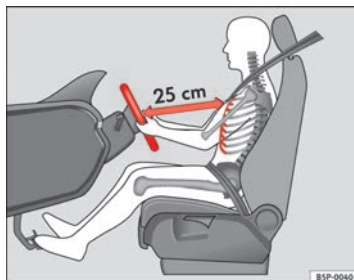

Fig. 137 Posizione corretta sul sedile di guida
- Posizionare il volante nel modo desiderato $\Rightarrow$ fig. 137.
- Regolare il sedile del conducente o la posizione del volante in modo tale che la distanza tra il volante stesso e lo sterno del conducente sia di almeno 25 cm ⇒ **fig. 137**. Se la distanza minima non viene rispettata, l'efficacia del sistema degli airbag si riduce, con gravi rischi per l'incolumità delle persone (non escluso quello di morte).